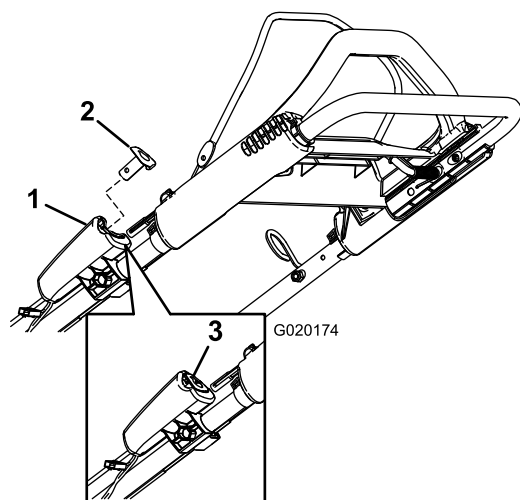
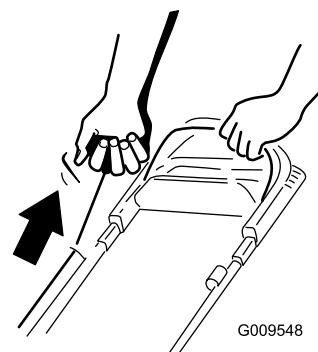

Bild 17
Bild 18
2. Drücken Sie die Elektrostarttaste (Bild 17) oder ziehen Sie leicht am Rücklaufstartergriff (Bild 18), bis Sie einen Widerstand spüren. Ziehen Sie ihn dann kräftig durch und lassen ihn langsam in die Seilführung am Holm zurückgehen.